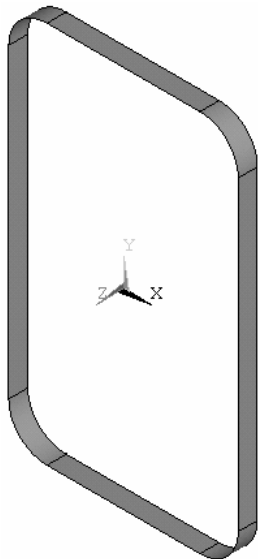

图 9-16 生成下壳的侧面
(7) 如图 9-16 所示, 建立两个关键点 (0, 0, 0)、(0, 0, -0.005), 并用这两个点连成一条线。利用拉伸成型命令 (Main Menu>Preprocessor>Modeling>Operate>Extrude>Lines>Along Lines) 生成下壳的侧面。